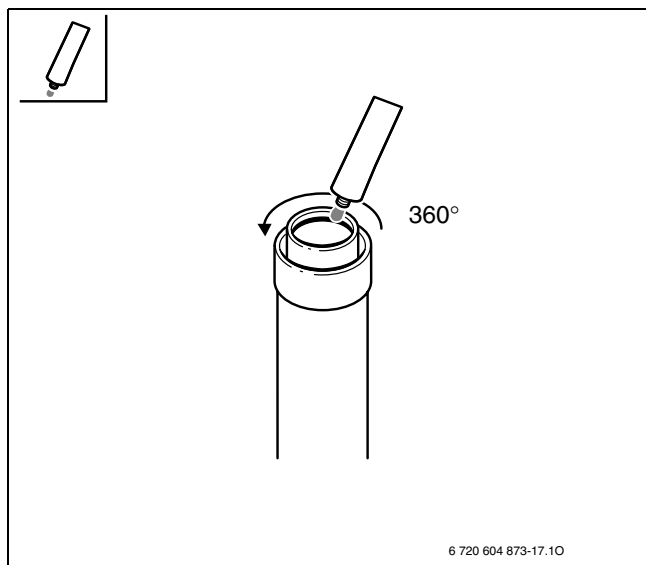

Рис. 1
- ▶ Ущільнення газовивідної труби слід злегка змастити мастилом, що не містить розчинника (наприклад, вазелином) (Рис. 1).